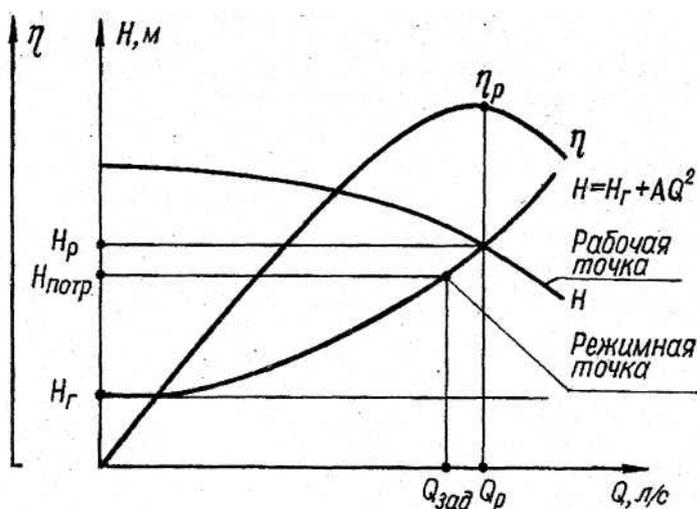

Рис. 2.2. К методике подбора центробежного насоса на заданное значение хозяйственного расхода
8.7. Строим график (рис. 2.2), и по заданному расходу $Q_{зад}$ определяем потребный насос $H_{потр}$ - режимную точку.
8.8. По каталогу подбираем насос, кривая подачи которого проходит через режимную точку (или несколько выше нее). При этом следим, чтобы КПД насоса был достаточно высоким (т.е. попадал в область оптимальной работы, см. рис. 2.2).